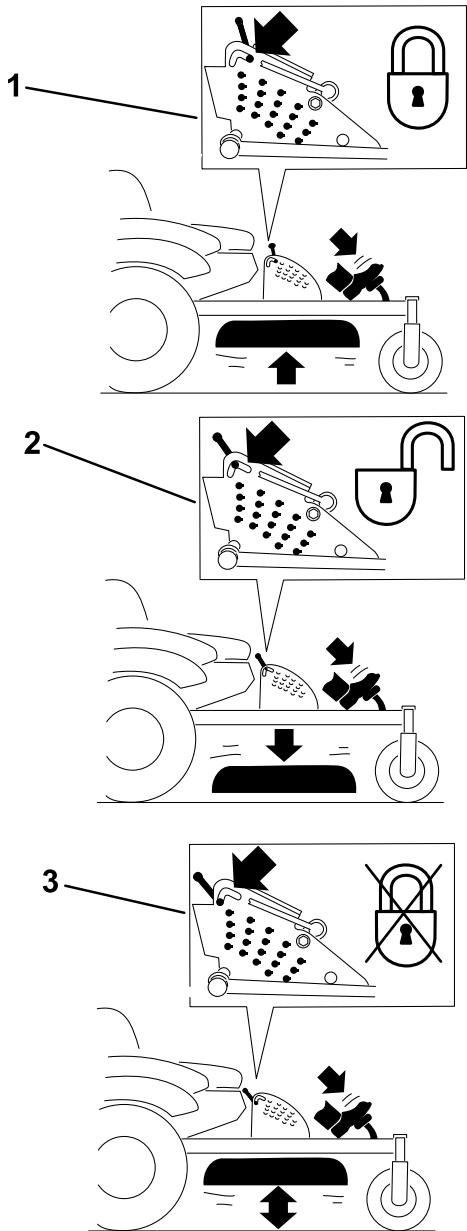

**Figure 26**
2. Pour vous déplacer en marche arrière, tirez lentement les leviers en arrière (Figure 26).